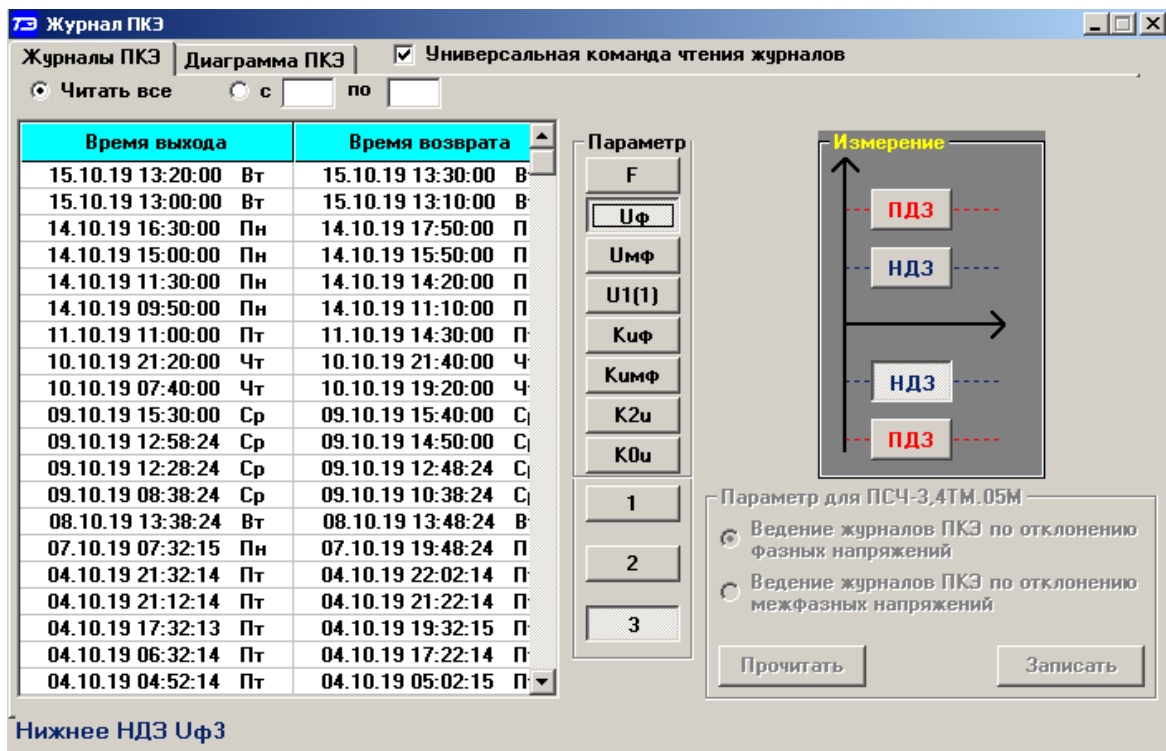

Рисунок 54 –Форма «Журналы ПКЭ» табличное представление
24.3.3 Табличная форма информации журналов ПКЭ (рисунок 54) может быть преобразована в графическую форму посредством вкладки «Диаграмма» формы «Журналы ПКЭ». Внешний вид вкладки приведен на рисунке 55. Для получения диаграммы параметров нажать соответствующую кнопку параметра на панели вкладки «Диаграмма». При этом производится чтение всех журналов выбранного параметра и построение диаграммы времени выхода/возврата установившегося значения физической величины за установленные нормально-, предельно-допустимые значения границ. При нажатии кнопки «Метки» на каждом переходе диаграммы отображается время и дата перехода.